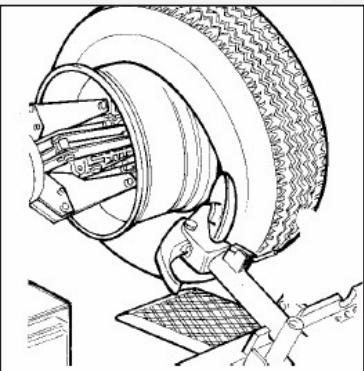

Рисунок 16
1) Если шина снимается легко, после высвобождения бортиков протолкните отжимной диск шины, пока не покажутся оба бортика (см. рис. 16).